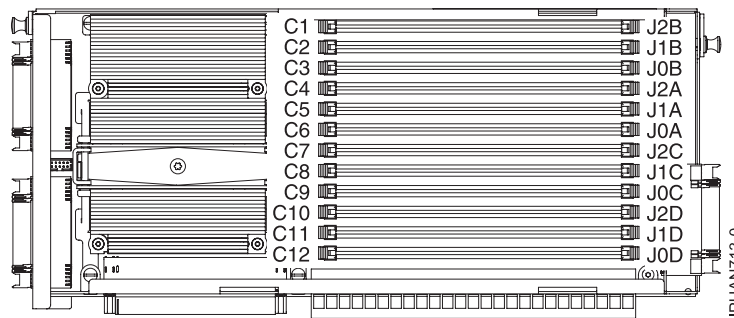

Figure 2. Emplacements des logements de module de mémoire dans le bloc processeur pour les dispositifs de processeur 5620, 5622, 7380, 7387, 7388 et 7540
- Chaque bloc processeur comporte 12 logements de module de mémoire. Pour les emplacements des logements de module de mémoire dans le bloc processeur, voir la figure 2. Les modules de de mémoire doivent être insérés dans les logements dans l'ordre suivant :